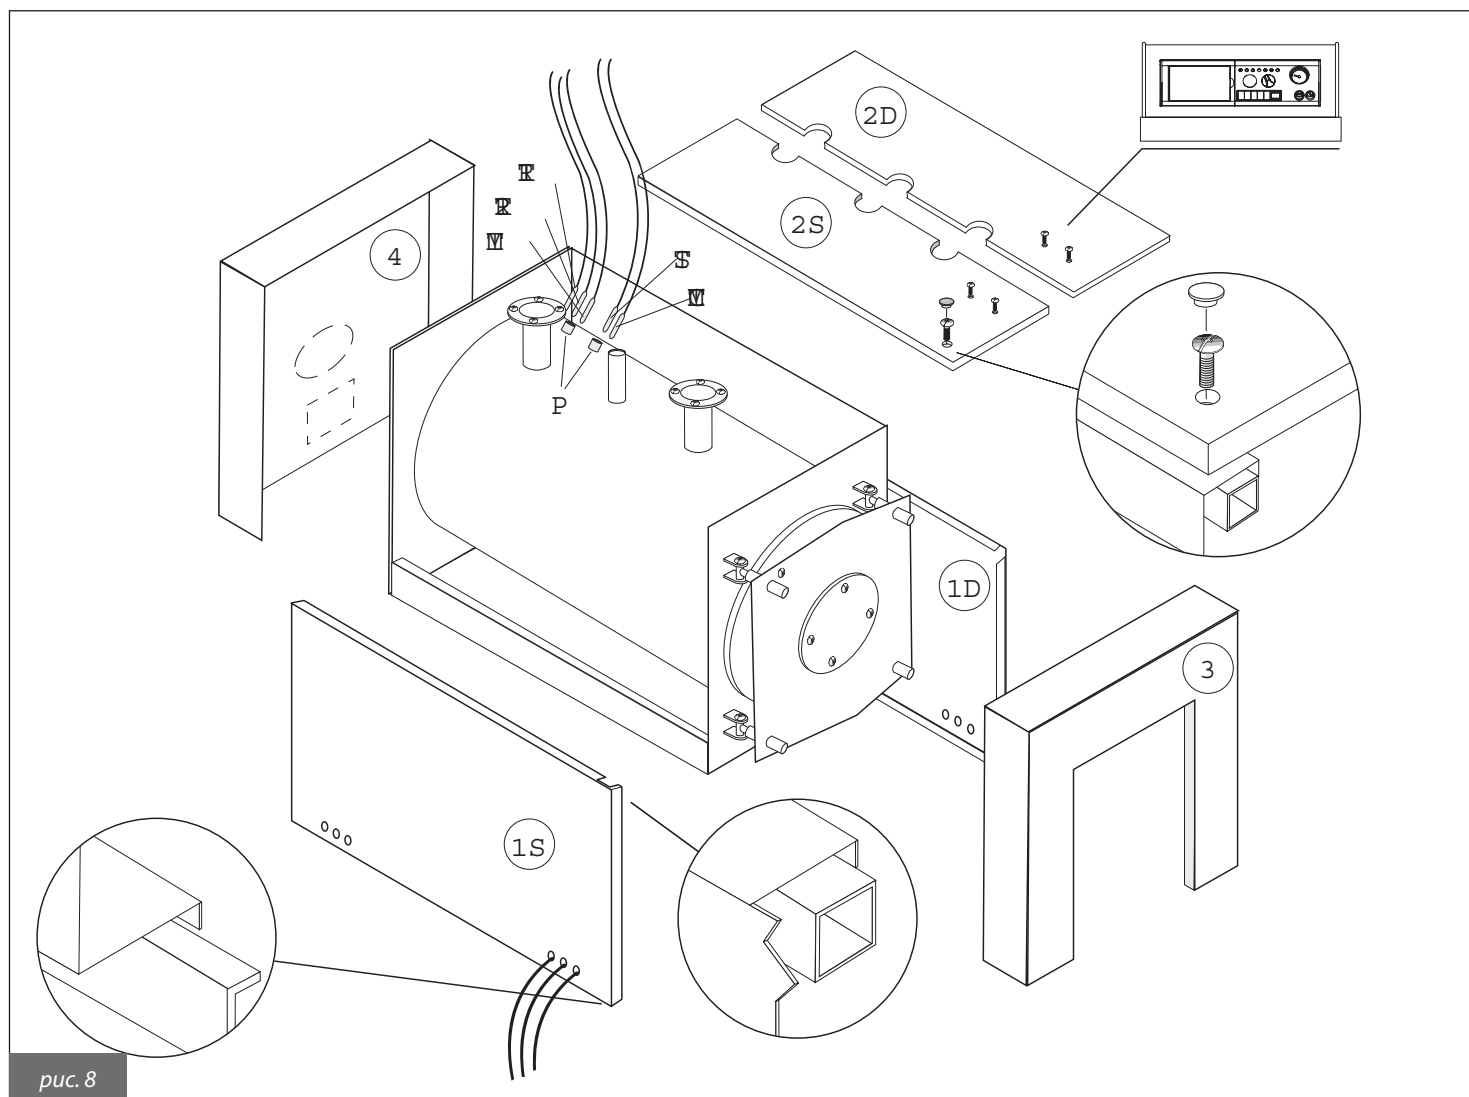

рис. 8
4.1. Облицовка котла для мод. 70÷400 (рис. 8)
- ф) Закрепить верхние панели винтами и закрыть проходные отверстия заглушками (см. рис. 8).